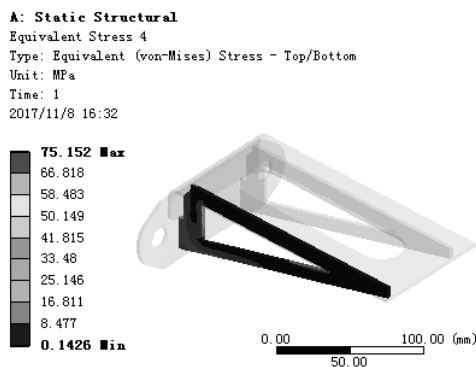

图 7.11.24 应力结果图解 (SIDE-SHEET)
(5) 查看 SIDE-SHEET 零件应力结果图解。在“Outline”窗口中选中  **Equivalent Stress 4**，查看图 7.11.24 所示的零件 SIDE-SHEET 的应力结果，其最小应力为 0.1426 MPa，最大应力为